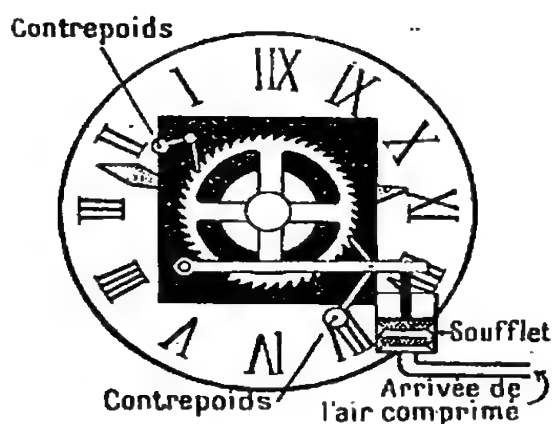

Fig. 100 — Horloge pneumatique (vue du mécanisme).
**Horloges pneumatiques.** — Les *horloges pneumatiques* (fig. 100) se composent d'un simple cadran muni de deux aiguilles. Par un déclan-